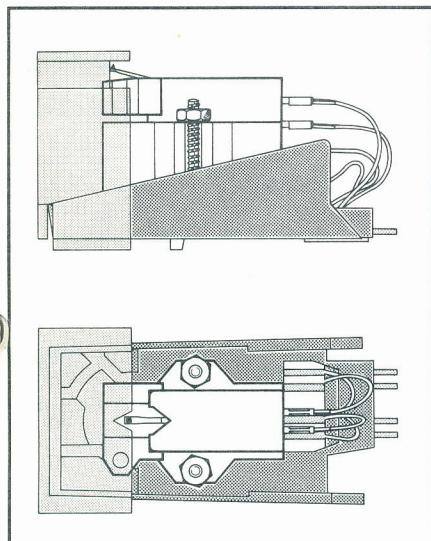

Fig. 12
2. Fixez la cellule sur son support en vous servant des accessoires et du gabarit joints à la cellule. Il faut veiller à ce que la cellule soit montée à l'emplacement géométrique correct dans son support (fig. 12).